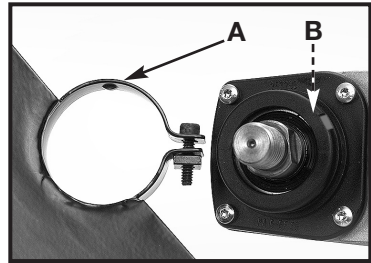

Fig. 3
2. Alinee el saliente (A), Fig. 3, de la pestaña del protector con la ranura (B), Fig. 3, de la pestaña de montaje de la cubierta de la caja de engranajes.